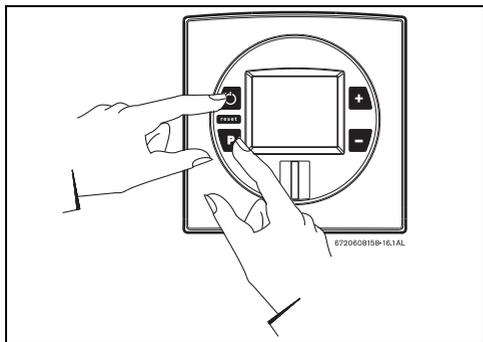

Рис. 41 Режим настройки подачи газа
- ▶ Нажмите и удерживайте кнопку программирования и нажмите кнопку «Вкл./выкл.» для включения прибора (Рис. 41).